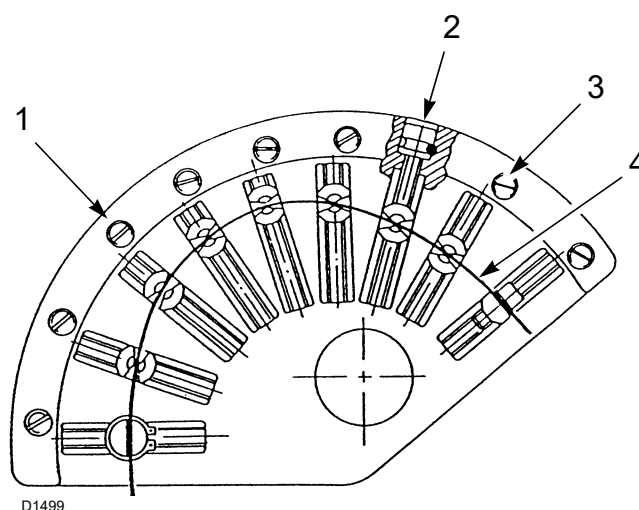

Fig. 36
Modifier en progression le profil initial de la came 1)(Fig. 36) en agissant sur les vis 2)(Fig. 36).
Le passage d'une position à celle successive se fait en maintenant le sélecteur 2) (Fig. 36) enfoncé sur le symbole (+) ou (-).
Pour une meilleure répétabilité de réglage, faire attention à arrêter la rotation du groupe came lorsque le roulement supérieur qui glisse sur le profil 4)(Fig. 36) se trouve aligné sur une des vis de réglage 2)(Fig. 36).
Serrer ou desserrer la vis 2)(Fig. 36) choisie pour augmenter ou diminuer le débit d'air de sorte à l'adapter au débit de gaz relatif.
Suite aux réglages des puissances (maximale, minimale et intermédiaire), il est fondamental de bloquer toutes les vis de réglage de l'air 2)(Fig. 36) au moyen des vis de blocage 3)(Fig. 36) de sorte à éviter tout déplacement possible des positions de réglage air - gaz.
Légende (Fig. 36)
agir sur les vis de réglage 2)(Fig. 36) après avoir desserré les vis 3)(Fig. 36).
- Régler le débit d'air en réglant la came à profil variable au moyen des vis 2)(Fig. 36).
- Une fois le réglage optimal atteint, ne pas oublier de serrer les vis de réglage des profils des comes au moyen des vis 3)(Fig. 36).